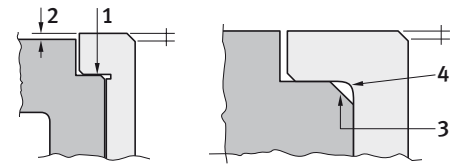

Abb. 3 Bundauflage der Zylinderlaufbuchse im Zylinderblock
Die Bundunterseite der Zylinderlaufbuchse muss in der Sitzfläche der Blockausbohrung aufsitzen (Abb. 3). Der Kantenbruch (3) im Gehäuse muß der Ausrundung (4) an der Zylinderlaufbuchse entsprechen. Daher muss die Bohrung im Block am Sitzübergang mit ca. 1 mm abgekantet werden. Ansonsten würde der Zylinderlaufbuchsenbund reißen.
- Planschleifen der Dichtfläche des Blocks, da trockene Bundbuchsen mit der Blockoberfläche bündig sein müssen und keinen Überstand (2) aufweisen dürfen (Abb.3).